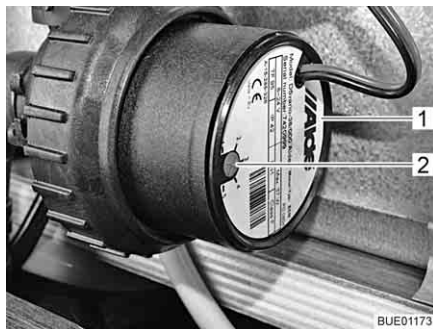

Bild 170 Drehzahlreduzierung
Mit dem Drehregler (Bild 170,2) kann die Drehzahl der Umwälzpumpe eingestellt werden. Bei reduzierter Drehzahl verringern sich die Laufgeräusche der Pumpe.
Der Drehregler befindet sich an der Umwälzpumpe (Bild 170,1).
- Den Drehregler (Bild 170,2) gegen den Uhrzeigersinn drehen. Die Leistung ist verringert.